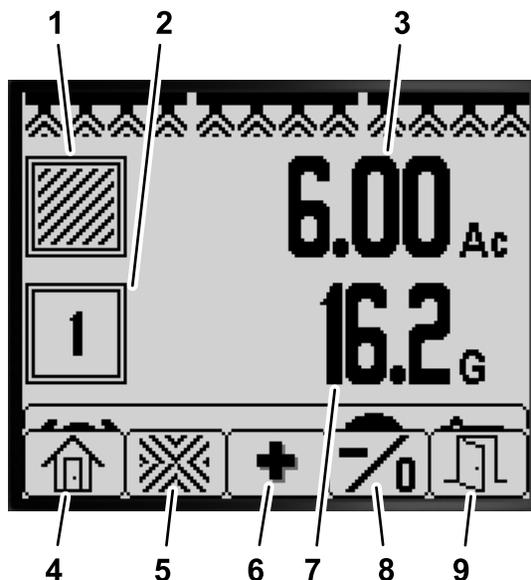

图 77
- 从主屏幕上按住 5 号按钮打开菜单栏然后按 2 号按钮选择 Sub-Area 分区屏幕图 77。
- 从 Total Area 总面积屏幕上按住 5 号按钮打开菜单栏然后按 3 号按钮选择 Sub-Area 分区屏幕图 77。
2. 使用 InfoCenter 信息中心按钮图 77 执行以下操作